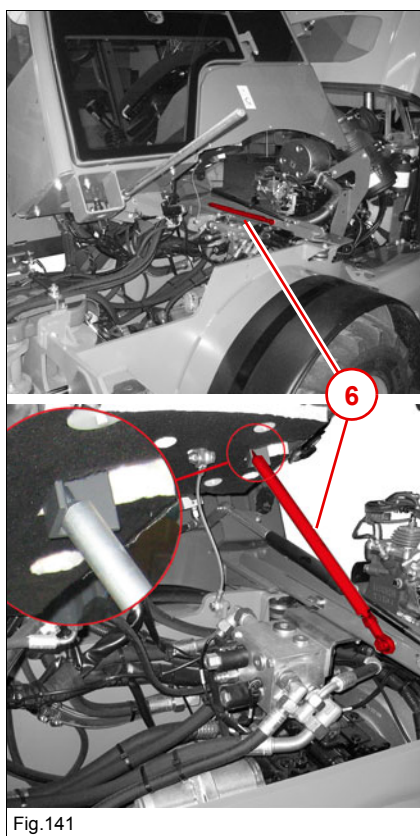

Fig.141
- Understøt straks den tippede førerplads med sikringsstøtten. Sikringsstøtten befinder sig på tværbjælken under førerpladsen (Fig. 141).
2. Sæt den løse ende af sikringsstøtten ind i holdevinklen under førerpladsen (Fig. 141).